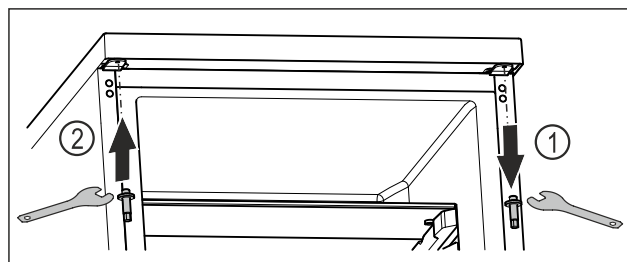

Fig. 20
- Odšroubujte horní čep imbusovým klíčem. Fig. 20 (1)
- Čep na opačné straně utáhněte imbusovým klíčem. Fig. 20 (2)